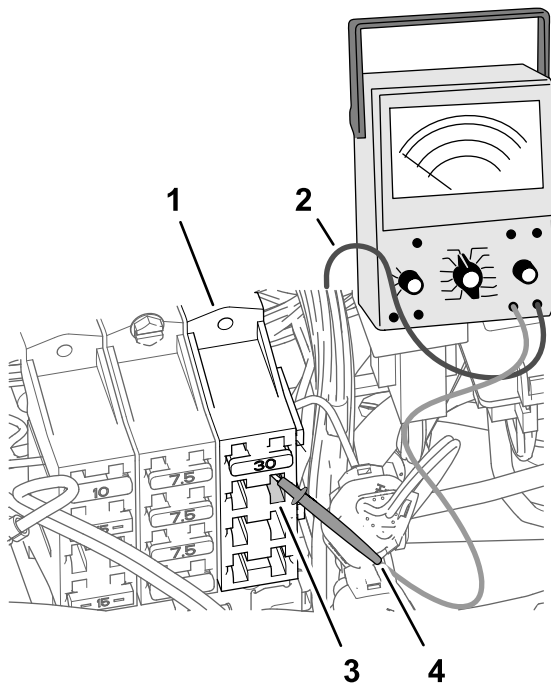

Figura 190
2. Nel portafusibili 3 della macchina, inserite la sonda del multimetro nel contatto 4 (la colonna destra) della presa 2 del fusibile, come illustrato nella Figura 190.